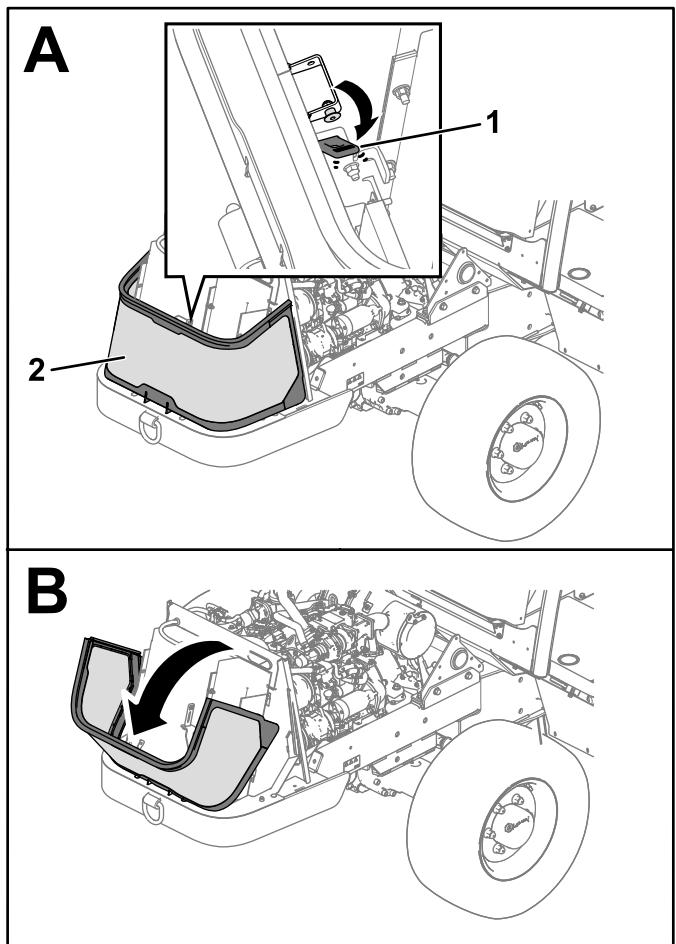

Figura 119
2. Baje la rejilla delantera desenganchando la correa que la mantiene en su sitio (Figura 119).